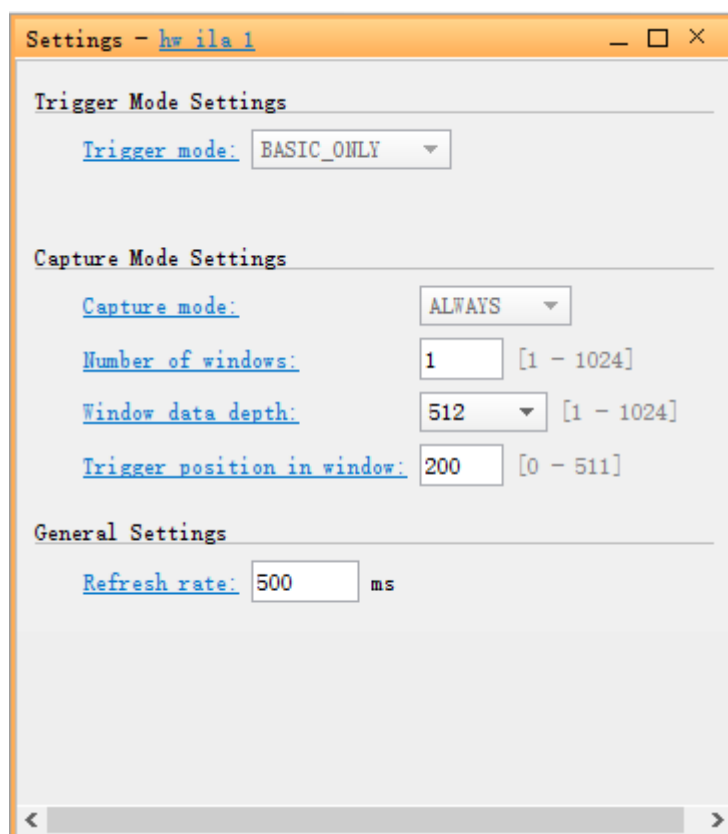

图 4.143 Settings 窗口
5. 在图 4.143 所示的“hw_ila_1”的“Settings”窗口中，“Trigger position in window”一栏可以设置触发的位置，那么我们填个 200 看看结果触发时间的设置。